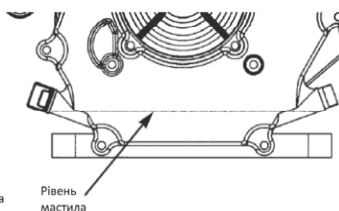

Рис. 8
8. Демонтувати сітку іскрогасника (поз.7, рис.8) випускного отвору, послабивши хомут кріплення (поз.8, рис.8). Видалити забруднення механічним способом. Встановити сітку на штатне місце, затягнути хомут. За виявлення пошкоджень, сітку замінити оригінальною G-H168-L11.